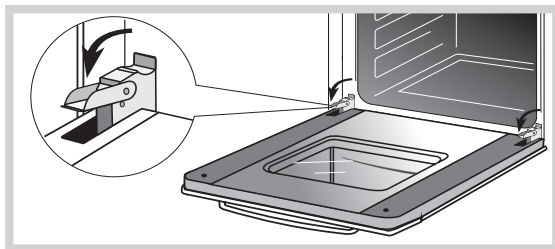

Рис.16
- поднимите и поверните до упора рычаги, расположенные на двух шарнирах (рис. 16),